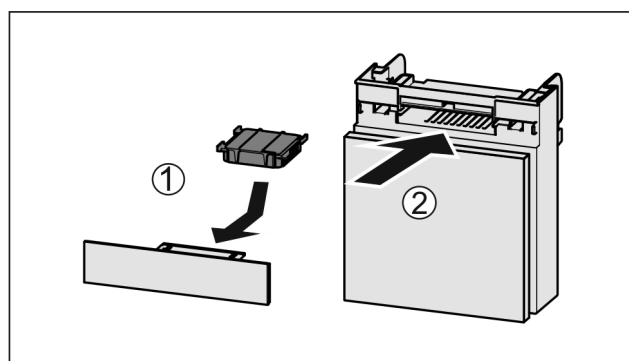

Fig. 172
- Umetnite filtarski s aktivnim ugljenom kao što je prikazano na slici Fig. 172 (1).
- Umetnite pretinac Fig. 172 (2).